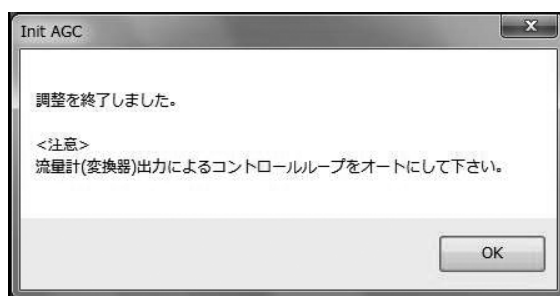

図3-67
- ⑤ 調整が終了するとメッセージボックス (図3-67) が表示されますので、「OK」ボタンをクリックしてください。